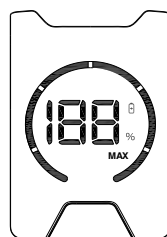

Рисунок 3
3. Нажмите кнопку регулировки скорости еще раз для того, чтобы перейти в режим высокой скорости, и на экране дисплея появится слово «HIGH». В то же время будет отображаться процент количества электроэнергии, синхронизированный с состоянием батареи прибора, а также значок с логотипом количества электроэнергии. Диафрагма будет полностью отображена; (см. Рисунок 3)